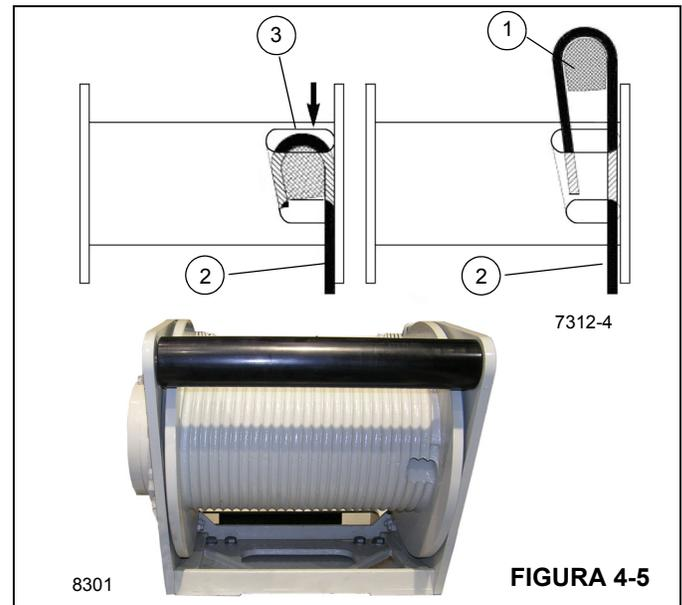

FIGURA 4-5
2. Instale el extremo del cable en el malacate utilizando el receptáculo de cuña provisto (1) (Figura 4-5).
3. Coloque la cuña de anclaje en la ranura del tambor; tire firmemente del extremo suelto (2) del cable para asegurar la cuña.
**NOTA:** Si la cuña no se asienta firmemente en la ranura, golpee levemente (3) la parte superior de la cuña con un martillo.